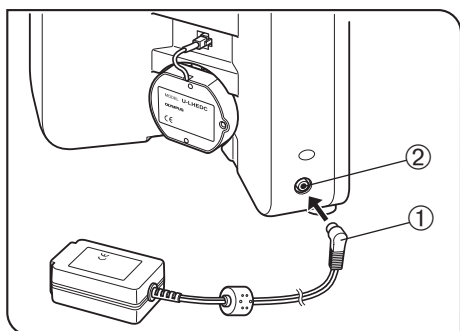

Рис. 52
(Рис. 52)
- Перед подсоединением шнура питания (рис. 52) удостоверьтесь в том, что главный выключатель находится в положении «O» (ВЫКЛ.).
1. Вставьте соединитель ① адаптера переменного тока в разъем ② микроскопа.